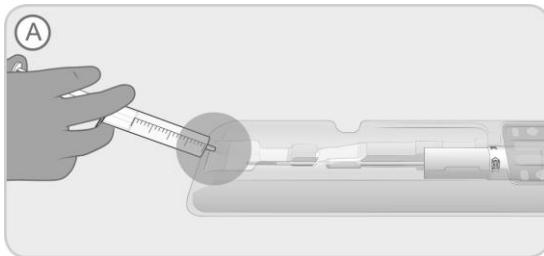

Bild 2. Fyll försänkningen på brickan med icke-hepariniserad saltlösning.
- A. Medan brickan ligger platt på det sterila förberedelseområdet, fyll försänkningen i änden av brickan (märkt med ett "A" på brickan) med steril icke-hepariniserad saltlösning (cirka 20 cl) så att implantatet täcks helt enligt Bild 2.